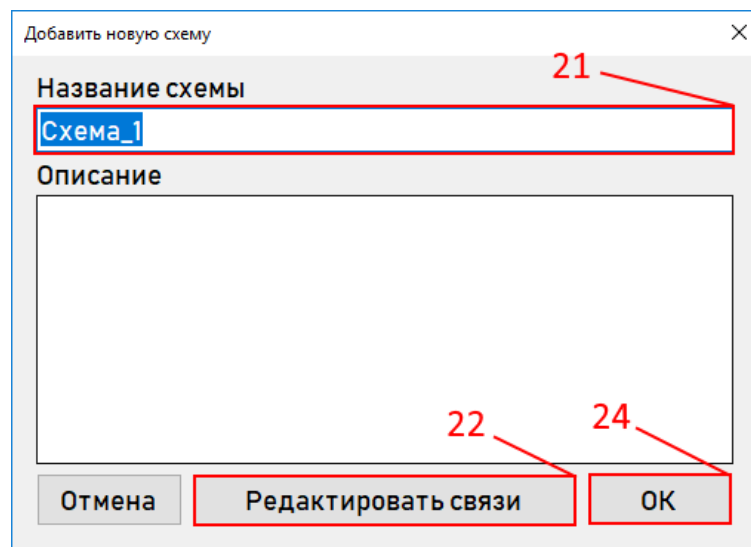

Рисунок 3.8.14
- в окне «Добавить новую схему» задать имя схемы (см. Рисунок 3.8.14, поз. 21);
- нажать кнопку «Редактировать связи» (см. Рисунок 3.8.14, поз. 22);
- нажать кнопку «ОК» в окне добавления новой схемы (см. Рисунок 3.8.14, поз. 24);